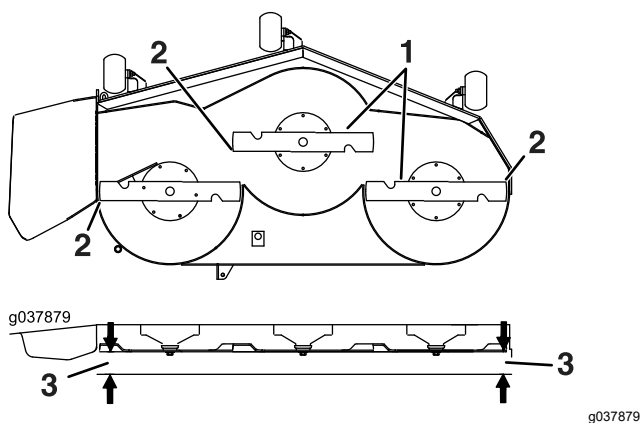

Figura 81
6. Meça entre a extremidade da lâmina e a superfície plana (Figura 81). Se ambas as medições não se encontrarem dentro do intervalo de 5 mm, ajuste o nivelamento, continue com este procedimento.
- 14. Rode cuidadosamente as lâminas de um lado para o outro (Figura 81).